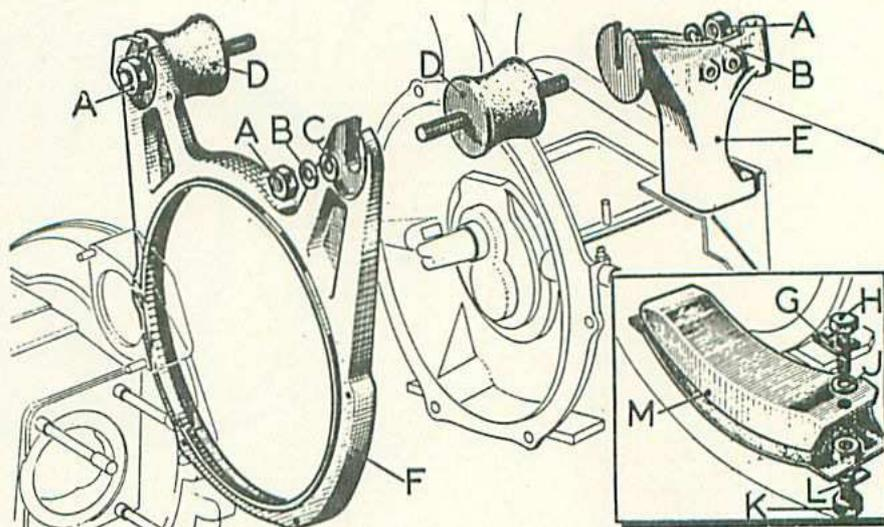

Fig. 28. — Suspension élastique de la boîte de vitesses (1er traverse)
• Déposer les quatre écrous (A) (fig. 28) les quatre rondelles Grower (B) et les deux rondelles plates (C).
• Dégager les plots élastiques Paulstra (D) des consoles (E) et de l'entretoise (F). Puis :